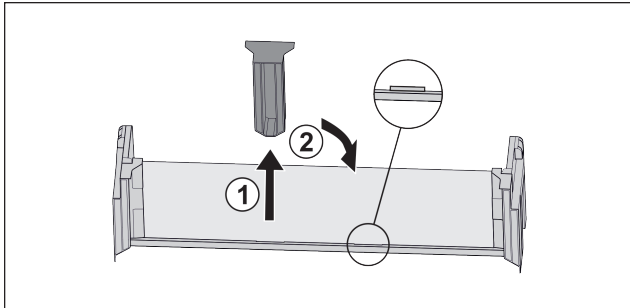

Fig. 54 \*
- ▶ Extraire la pièce de retenue centrale Fig. 54 (1).\*
- ▶ Insérer la pièce de retenue centrale en deuxième position Fig. 54 (2).\*